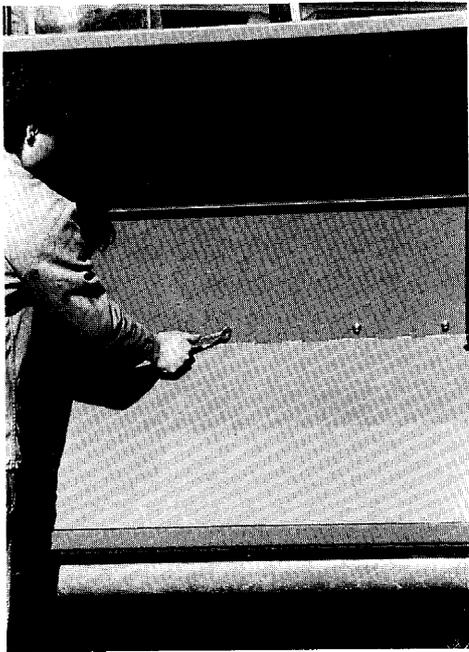

fig. 16
- Nun sind die Befestigungsschrauben der Schlagleiste zugänglich (Fig 16).